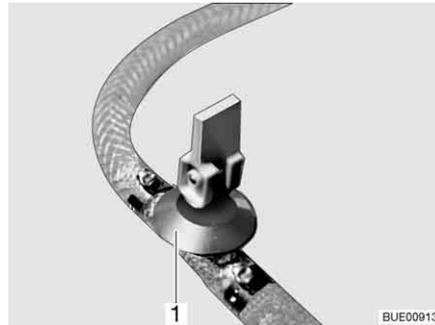
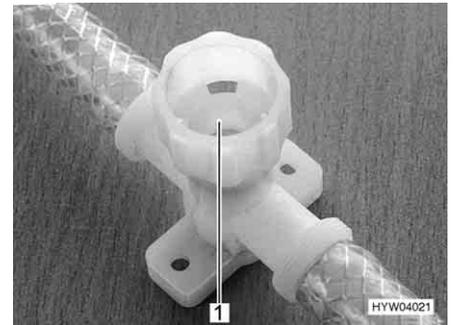

Fig. 227 Robinet de vidange (avec levier à bascule)
Fig. 228 Robinet de vidange (avec capuchon tournant)
- Ouvrir tous les robinets de vidange. Placer pour ce faire le levier à bascule (Fig. 227,1) à la verticale ou faire tourner le capuchon du robinet de vidange (Fig. 228,1) dans le sens inverse des aiguilles d'une montre.